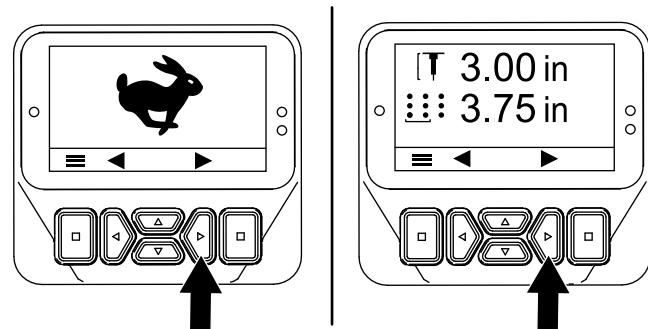
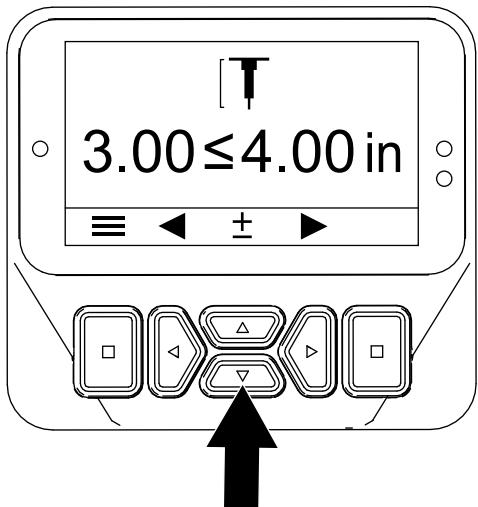

図 51
図 52
3. [穴の深さの設定] 画面が表示されるまで、右ボタンを押す(図 51と図 52)。
4. 次のように上下ボタン(図 52)を使ってタインの深さを調整する。